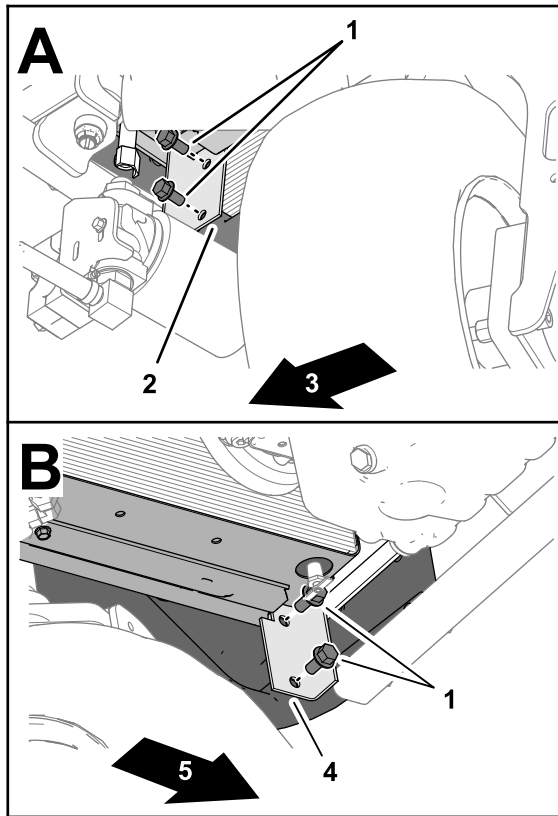

Bild 20
1. Entfernen Sie an der vorderen, unteren Ecke des Kühlers die beiden Bundkopfschrauben ($\frac{3}{8}$ " x $\frac{3}{4}$ "), mit denen die Kühlerhalterung am hinteren Rahmen der Maschine befestigt ist (Bild 20).
2. Entfernen Sie die beiden Bundkopfschrauben ($\frac{3}{8}$ " x $\frac{3}{4}$ "), mit denen die Kühlerhalterung am hinteren Rahmen der Maschine auf der anderen Seite der Maschine befestigt ist (Bild 20).